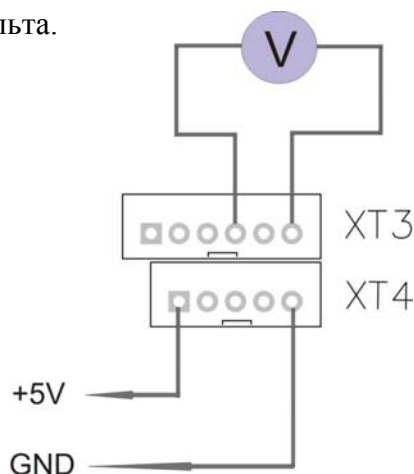

Рисунок 19 – Проверка БУ на наличие короткого замыкания.
- подключить при помощи разъема НВ-05 согласно рис. 19 (разъем **XT4**- первый контакт +5 вольт; пятый контакт **GND**) блок питания с напряжением пять вольт. Проверить при помощи мультиметра, напряжение между четвертым и шестым контактами разъема **XT3**, напряжение должно быть 3,3 вольта \pm 0,17 вольта.